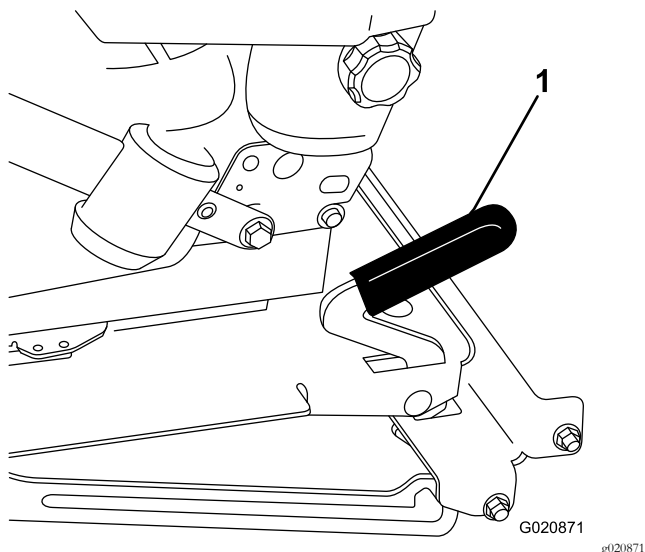

Figura 33
2. Tire de la palanca del enganche del asiento hacia adelante y levante el asiento para desbloquear el asiento (Figura 33).